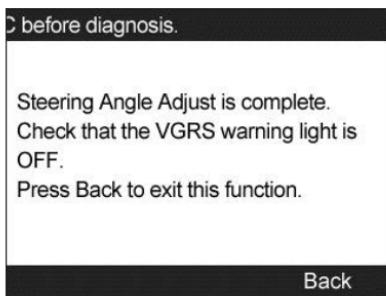

Figura 10.12
- 2) La herramienta mostrará una serie de instrucciones. Siga las instrucciones en pantalla paso a paso hasta que la operación esté terminada completamente. Si la operación termina exitosamente, la herramienta de escaneo mostrará un mensaje de confirmación. (Figura 10.12) De no ser así mostrará un mensaje para recordarle al usuario que hay un problema. Despues de salir del programa de diagnóstico, por favor repare el problema inmediatamente.